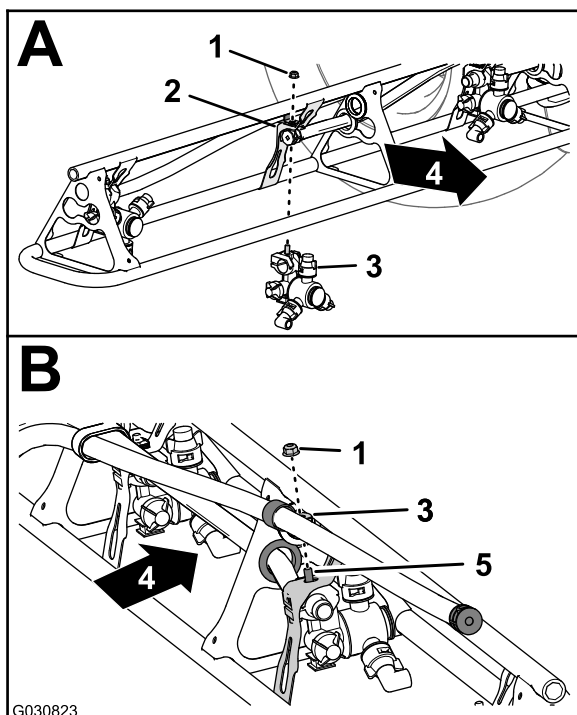

Figura 109
- Nas posições dos bicos 1 e 4, monte o bico do pulverizador na montagem do bico (A de Figura 109) com a porca de bloqueio flangeada (5/16 pol.) que retirou no passo 2 de Retirar os bicos do pulverizador das secções da rampa exterior (página 47).
- Nas posições dos bicos 2 e 3, monte o bico do pulverizador na montagem do bico (A e B de Figura 109) com a porca de bloqueio flangeada (5/16 pol.) que retirou no passo